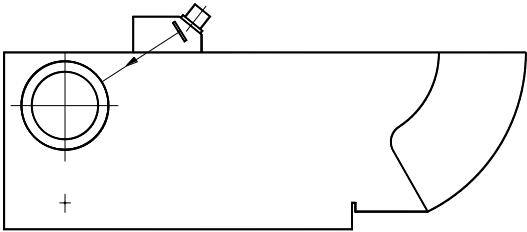

图 6.15
- 2、通过【向上】或【向下】键、【确认】键和飞轮，按提示输入目标直径为 50mm，中心深度为 30mm，标称角度为 63.4 的探头耦合在如图 6.15 所示，屏幕上出现目标直径为 50mm，中心深度为 30mm 的回波，如图 6.16 所示，当标称角度设置为 63.4 时，按照提示按【确认】键，如图 6.17 所示；
- 3、单击【波峰记忆】键，打开峰值记忆或回波包络功能，探头沿试块前后移动（如图 6.15），会看到回波包络轨迹，如图 6.18，按照提示，目标反射波最高时按【确认】键，完成折射角/K 值自动校准，如图 6.19 所示。